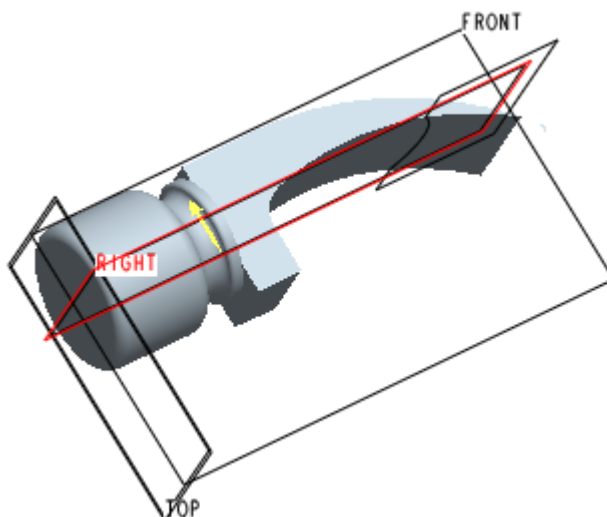

图 40-24
- (2) 选择 RIGHT 基准平面为草绘平面,如图 40-24 所示。